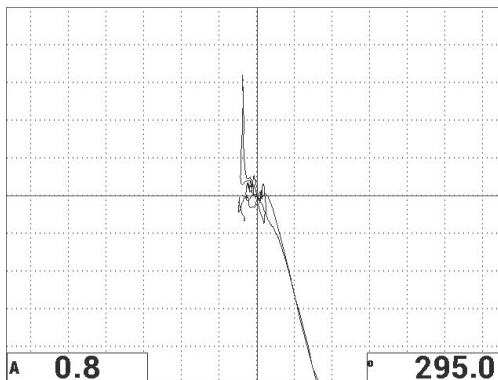

図 6-35 剥離部と修理済みエリアの 2 回目のスキャン
9. フリーズキー (❄) を押してデータ収集のフリーズを解除し、全画面 次へキー (☐➡) を押して全画面表示にします。次に、剥離部と修理済みエリアをもう一度ゆっくりとスキャンします (157 ページの図 6-35 参照)。